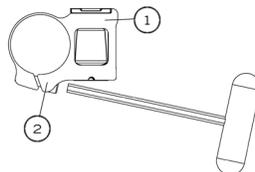

Fig. 19
- Installate il ricevitore del bracciolo (1) (Fig. 19) sul tubo posteriore del telaio a una distanza di 160 mm (6 1/4") dal tubo posteriore.
- Stringete leggermente la vite (2) per permettere al morsetto di rotare.
- Inserire il bracciolo o la protezione laterale nel ricevitore (1).
- Ruotate il ricevitore (1) finché la protezione laterale non si posiziona perpendicolarmente al sedile.
- Stringete le viti (2) strettamente.